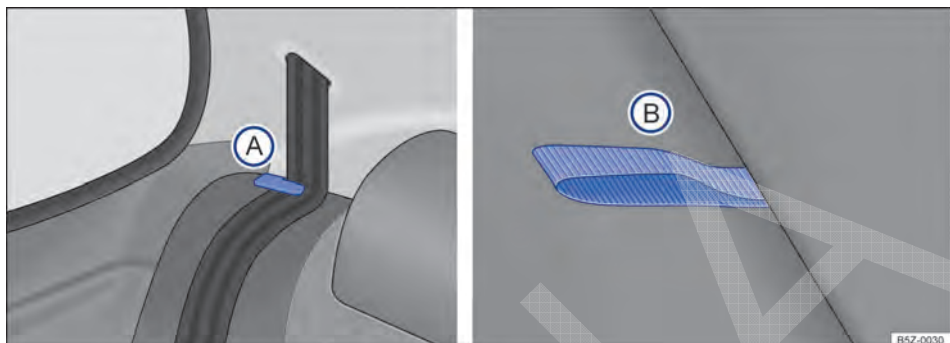

Fig. 77 Banco traseiro: posicionador para os caderços dos cintos (A); alça para desbloqueio do encosto (B).
- Posicionar os caderços dos cintos de segurança nos seus respectivos posicionadores ⇒ Fig. 77 \(A\).
- Puxar a alça vermelha ⇒ Fig. 77 \(B\) para destravar a fixação do encosto do banco e, ao mesmo tempo, puxar o encosto sobre o assento, até travá-lo.
- Retirar os cadarços do cinto de segurança dos posicionadores ⇒ **Fig. 77** . Para veículos com cintos de três pontos fixos, recolocar as linguetas nos respectivos fechos.